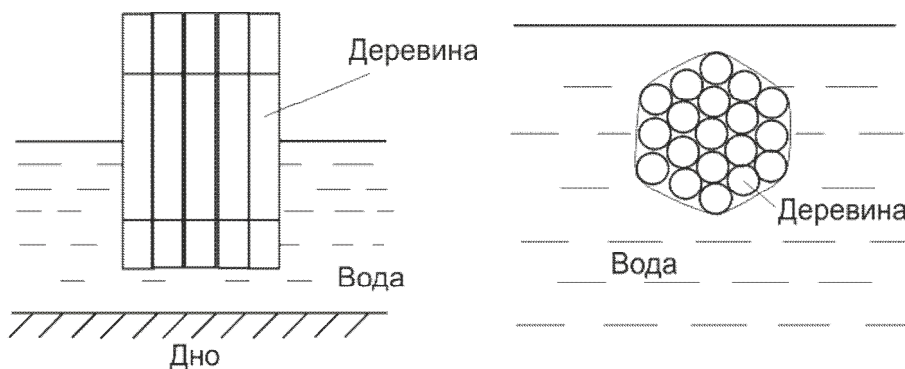

Рисунок 3.2 – Розташування деревини після вирішення задачі
10. Схема вирішеного завдання (рис. 3.2).